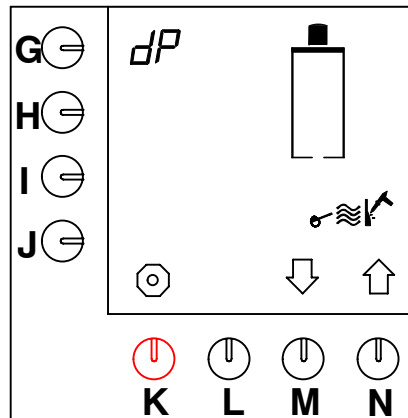

Abb. 15 Starten des Entkalkungsprogramms für das Kaffeebrühsystem
- Jetzt erscheint das Entkalkungsprogramm im Display (Abb. 15).
- Drücken Sie so lange auf die Programmierstaste (G.) bis Abb. 15 wieder im Display erscheint.